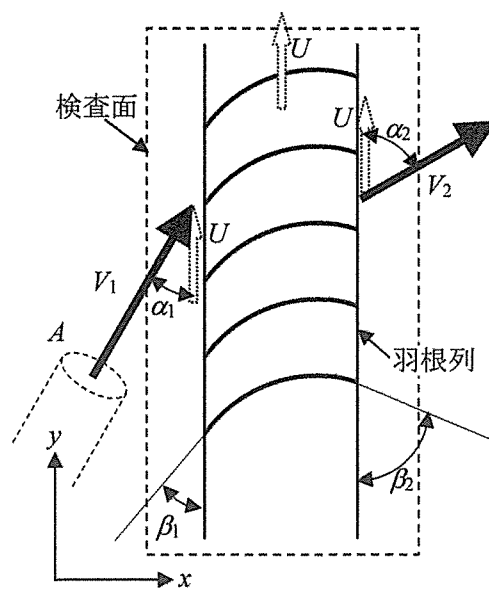

図 1
I 図 1 に示す通り, 断面積 A の空気噴流が一定速度 U で上方向に運動している羽根列に流入し, 断面積を変化して流出する。流入, 流出の絶対速度はそれぞれ V_1, V_2 , 流入, 流出流れの静止系における角度はそれぞれ α_1, α_2 である。空気密度を ρ とし, 摩擦損失ならびに重力の影響は無視すると共に, 羽根列前後の圧力は大気圧で一定とする。次の (1) ~ (4) の問いについて答えよ。
- (1) 運動量の法則を用いることにより, 空気噴流が羽根列に及ぼす力の上下方向成分 F_T (上向きを正とする) を求め, $A, V_1, V_2, \alpha_1, \alpha_2, \rho$ を用いて示せ。
- (2) 空気噴流が羽根列に対して単位時間に行う仕事 (仕事率) P は, 単位時間に空気噴流が失うエネルギーに等しい。仕事率 P を求め, A, V_1, V_2, ρ を用いて示せ。
- (3) 羽根列の運動速度 U を F_T と P を用いて示せ。
- (4) 図 1 に示す通り, 羽根列の羽根角度は, 羽根列の入口と出口においてそれぞれ β_1, β_2 と定義されている。羽根列の入口と出口において, 運動している羽根列に対する空気噴流の相対流れが, 羽根角度 β_1, β_2 と同一の方向となる。羽根角度 β_1, β_2 を $V_1, V_2, \alpha_1, \alpha_2, U$ を用いて示せ。ただし, 羽根列の運動速度 U は以下の条件を満足する。